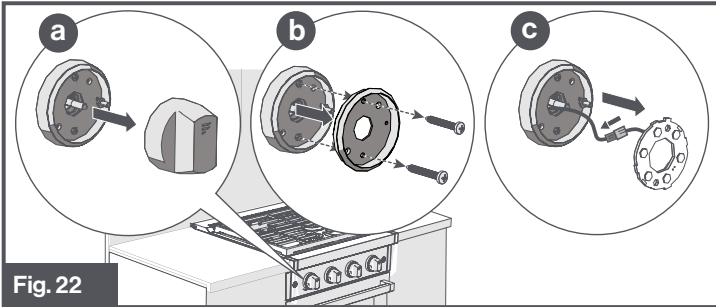

Fig. 22
- 1. Desconecte el horno del suministro de energía mediante el interruptor para conectar el dispositivo a la red eléctrica o el fusible. Agarre y tire de la perilla de control con la luz LED rota. (Fig. 22 **a**)
- 2. Retire los dos tornillos que sujetan la guía de la luz LED con un destornillador Phillips. (Fig. 22 **b**)
- 3. Retire el conjunto LED después de desconectar el cable de la base de la placa PCB LED. (Fig. 22 **c**)